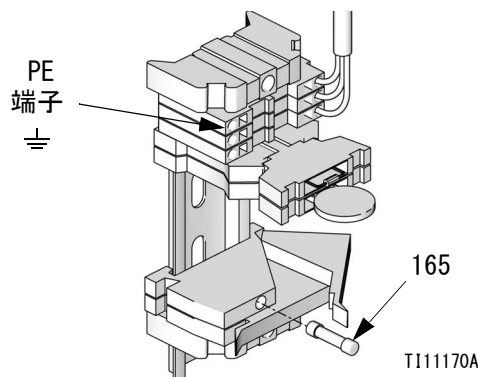

図 38
保護用接地 (PE) 導体を $\perp$ マークの付いた端子に。図 38 を参照してください。24 Vdc 電源は、少なくとも 1.0 アンペアを供給できること、かつ 2.5 アンペアを超えないような定格の供給電流保護装置を備える必要があります。
7. カバー板 (160)、ネジ (156)、およびワッシャ (164) を取り付けます。